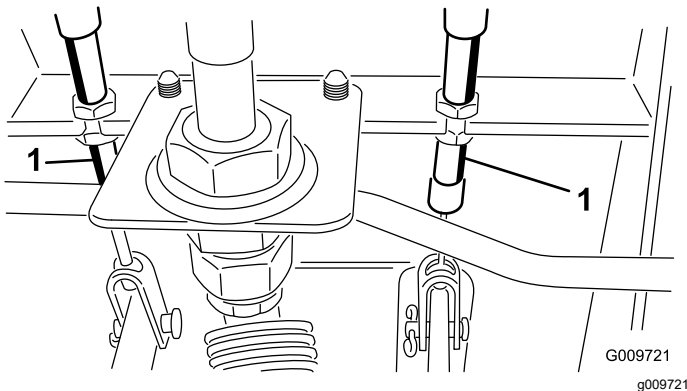

Bild 113
- A. Lockern Sie die vordere Mutter an der Gewindeseite des Bremszuges (Bild 113).